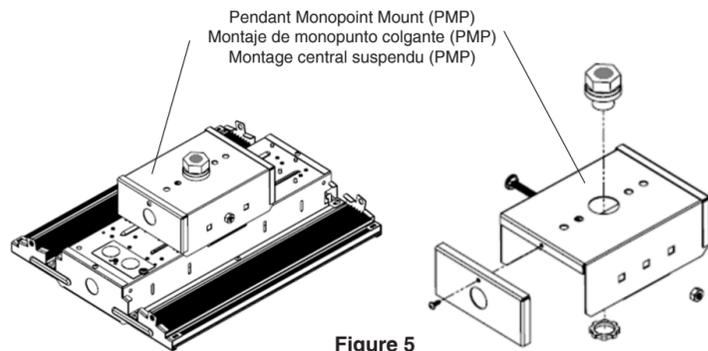

Figure 5
- Installer l'écrou fourni ainsi que la rondelle de sécurité. Serrer correctement l'écrou afin de sécuriser le support PMP autour du canal central – **voir la figure 5.**
- Fixer les côtés du support PMP avec les vis, l'une après l'autre, **voir la figure 5.** Veiller à ce que les fils ne soient pas pincés.
- 3) Install supplied nut and lock-washer. Properly tighten nut to secure PMP bracket around center channel- **See Fig 5.**
- 5) Attach PMP Bracket sides with screws, one each- **See Fig 5.** Ensure wires are not pinched.
3. Instale la tuerca y la arandela de seguridad suministradas. Ajuste adecuadamente la tuerca para asegurar el soporte PMP alrededor del canal central. Consulte la **Fig. 5.**
5. Fije cada lateral del soporte PMP con un tornillo. Consulte la **Fig. 5.** Asegúrese de que los cables no queden apretados.